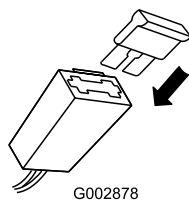

Bild 8
2. Setzen Sie die Sicherung (von den losen Teilen) in den Sicherungshalter ein (Bild 8).